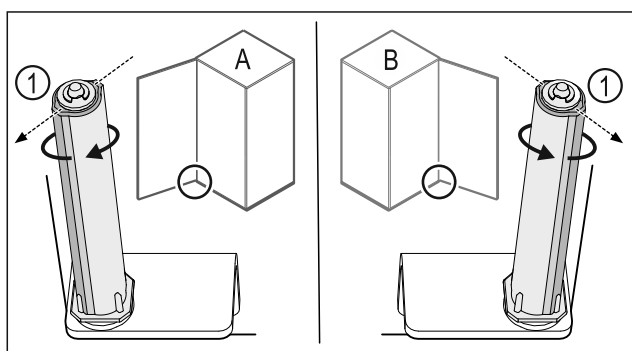

Fig. 26 Levý doraz (A) / pravý doraz (B)
- Otáčejte uzavíracím systémem proti odporu, dokud nebude lamela uzavíracího systému Fig. 26 (1) ukazovat směrem ven.